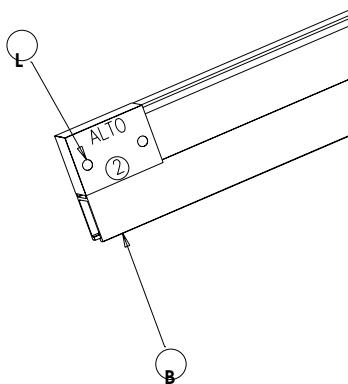

Fig.5
- 6) Posizionare sullo spezzone **B** la dima di foratura **L**, come in Fig.5. Tracciare e forare con una punta di Ø8.
- 6) Locate the drilling template **L** on section **B** as shown in Fig. 5. Mark and drill through with a Ø8 bit.
- 6) Positionner sur le tronçon **B** le gabarit de perçage **L**, d'après la Fig.5. Tracer et percer avec un foret de Ø8.
- 7) Die Bohrschablone **L** auf das Teilstück **B** setzen, gemäß Abb. 5. Ankörnen und mit einer Spitzbohrung Ø 8 bohren.